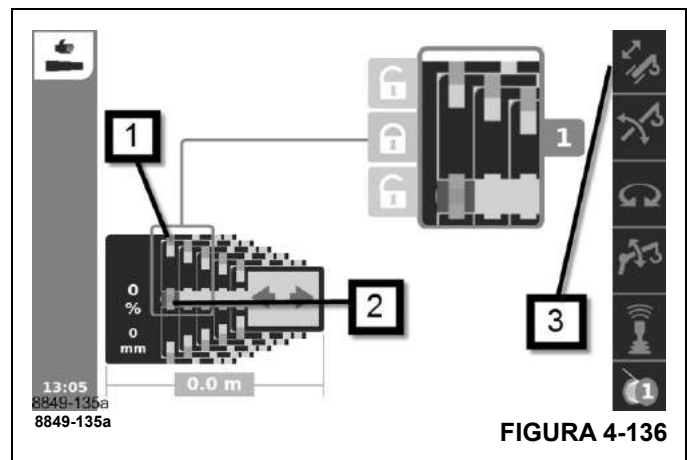

FIGURA 4-136
- Mecanismo telescópico activado – símbolo (3), (Figura 4-136), verde.
- Cilindro telescópico bloqueado – símbolo (2), (Figura 4-136), verde.
- Sección telescópica bloqueada – símbolo (1), (Figura 4-136), verde.